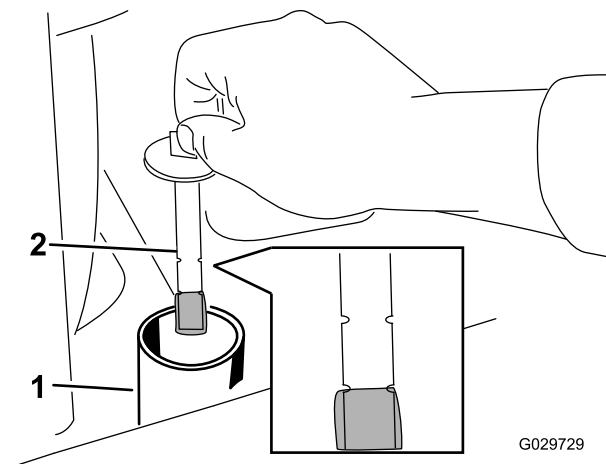

Рисунок 65
8. Снимите крышку заливной горловины и проверьте уровень жидкости с помощью масломерного щупа (Рисунок 65).